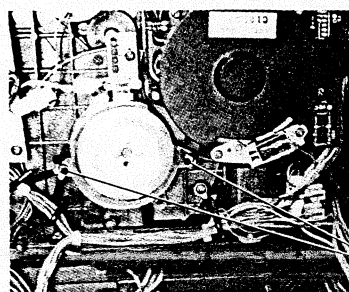

Abb. 2-31
3. Die Einstellschraube (C) für die Neigung so einstellen, daß das Band am unteren Teil des Aufspulführungsstiftes ohne Knittern entsprechend Abb. 2-31 entlangläuft.
3. Die beiden Befestigungsschrauben der Abdeckung entsprechend Abb. 2-31 herausdrehen und Abdeckung abnehmen.
- Die Plastikabdeckhaube der Schwungmasse austauschen und entsprechend Abb. 2-31 mit zwei Schrauben fixieren.